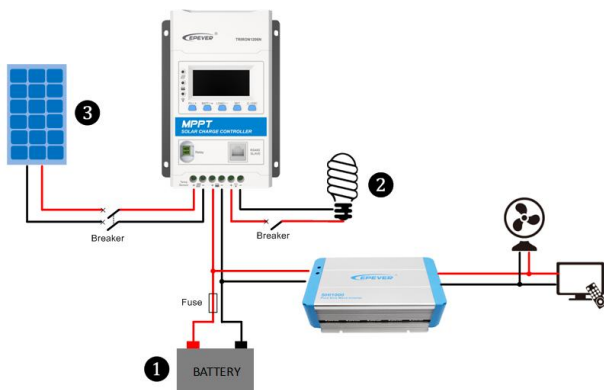

Abbildung 2-2 Schematischer Schaltplan
Schritt 2: Schließen Sie das System in der Reihenfolge an ① Batterie, ② Last, ③ PV-Array gemäß Abbildung 2-2 „Schematischer Schaltplan“ und trennen Sie das System in umgekehrter Reihenfolge ③ ② ①.